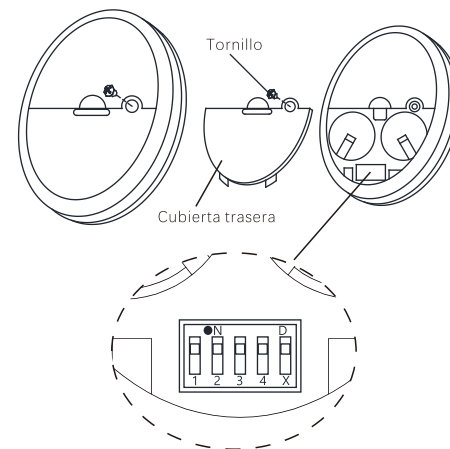

Imagen 20
## INSTALACIÓN DE LAS BATERÍAS DEL TRANSMISOR (Imagen 20)
**Paso 1.** Quite la cubierta trasera del transmisor y el tornillo de seguridad. (Imagen 20)
## CONFIGURACIÓN DE LA FRECUENCIA "1-4" DE LOS INTERRUPTORES DIP (Imagen 20)
## CONFIGURACIÓN DE LA FUNCIÓN DE LUZ "D/X" DEL INTERRUPTOR DIP (Imagen 20)